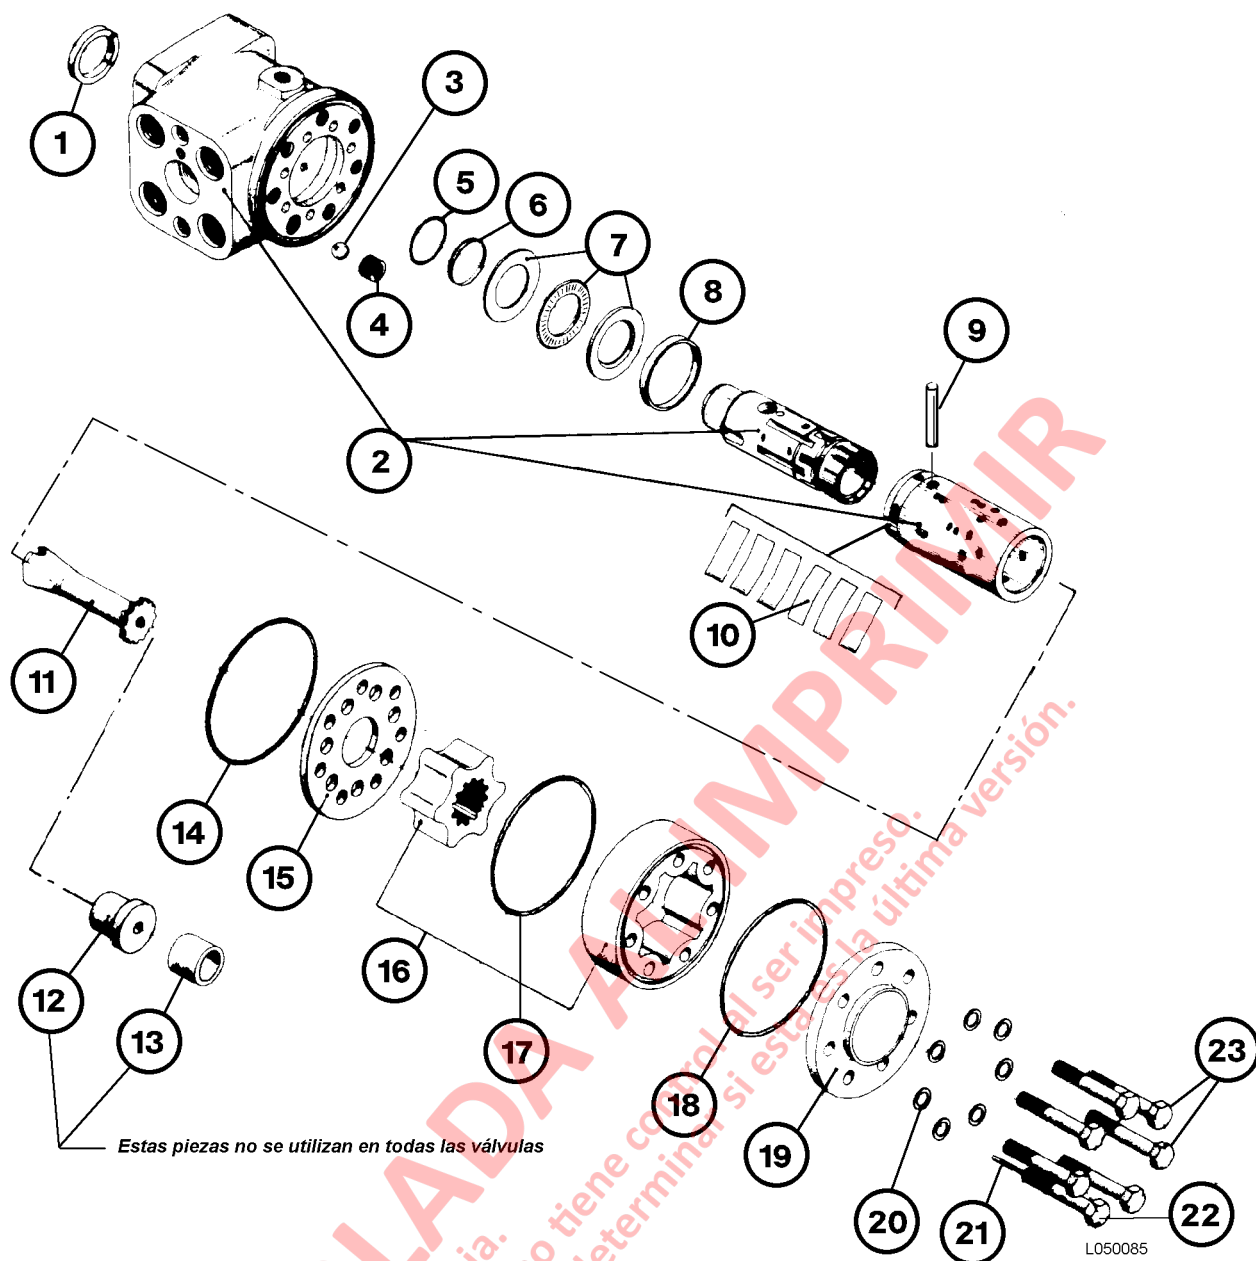

FIGURA 5-7. VÁLVULA DE CONTROL DE DIRECCIÓN
5. Desmonte el engranaje externo del conjunto de la rueda dentada (1) y el O-ring entre el conjunto de engranaje y la placa de distribución
7. Retire el eje del cardán (11, Figura 5-7), la placa de distribución (15) y el O-ring (14).
8. Desmonte los bujes roscados (4) y la bola(3).
5. Instale el pasador transversal (9, Figura 5-7).
7. Coloque el sello antipolvo (1, Figura 5-7) en posición y golpéelo con un bloque de hierro plano sobre el sello para instalarlo en la carcasa.
12. Instale la placa de distribución (15, Figura 5-7) de forma que los agujeros de la placa coincidan con los de la carcasa.
13. Inserte el eje del cardán (11) en la cavidad y alinee la ranura del eje del cardán con el pasador transversal (9).
15. Lubrique los O-ring (17) y (18) en ambos lados de la rueda dentada externa con vaselina e instálelos.
17. Alinee la cubierta (19) con las marcas de calce como referencia. Luego, instale los tornillos (23) y las arandelas (20).
18. Instale los tornillos con pasador (22) dentro del orificio correspondiente.